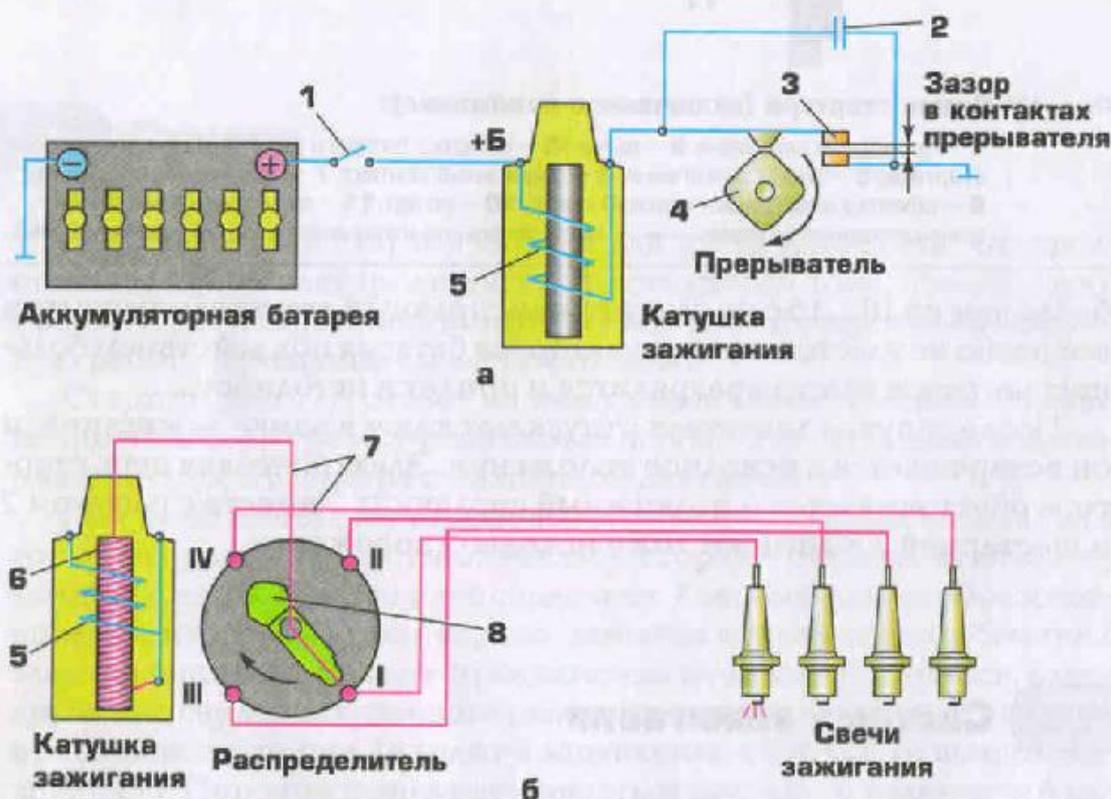

Рис. 18. Схема контактной системы зажигания:
**Контактная система зажигания** состоит из двух электрических цепей: низкого и высокого напряжений. В цепь низкого напряжения (рис. 18, а) последовательно включены источник тока (аккумуляторная батарея или генератор), замок зажигания 1, первичная обмотка 5 катушки зажигания и прерыватель. Цепь тока высокого напряжения (рис. 18, б) состоит из вторичной обмотки 6 катушки зажигания, распределителя (конструктивно объединенного с прерывателем), проводов высокого напряжения 7 и свечей зажигания.
При работе двигателя валик прерывателя-распределителя вращается синхронно с коленчатым и распределительными валами. При этом кулачок 4 (см. рис. 18, а) валика периодически размыкает и замыкает контакты прерывателя. При замкнутых контактах прерывателя электрический ток от аккумуляторной батареи поступает в первичную обмотку катушки зажигания, образуя вокруг нее магнитное поле. При размыкании контактов прерывателя ток в первич-
ной обмотке исчезает, магнитное поле при этом пересекает витки вторичной обмотки катушки зажигания (см. рис. 18, б), индуцируя в ней ток высокого напряжения. Ток высокого напряжения поступает от вторичной обмотки катушки зажигания через центральный провод высокого напряжения к распределителю, а от него — к свечам зажигания. Возникающие между электродами свечей искровые разряды воспламеняют горючую смесь в цилиндрах. Число выступов на кулачке и число контактов в крышке распределителя равны числу цилиндров двигателя.